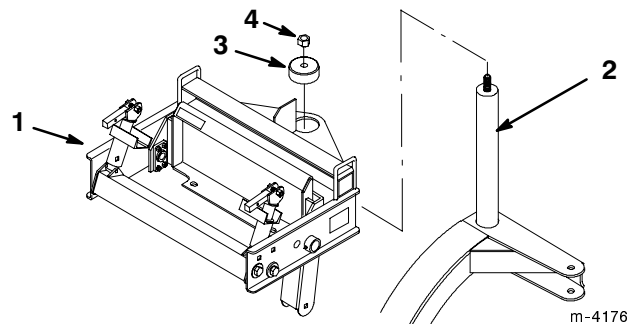

Figure 3
3. Lubrifier l'axe qui surmonte le châssis de pivot (Fig. 3) avec une graisse anti-corrosion à base de sulfonate de calcium.
4. Monter le châssis d'attelage sur l'axe qui surmonte le châssis de pivot (Fig. 3).
5. Fixer le châssis d'attelage à l'aide d'un capuchon de pivot et d'un écrou de 19 mm (3/4") (Fig. 3).